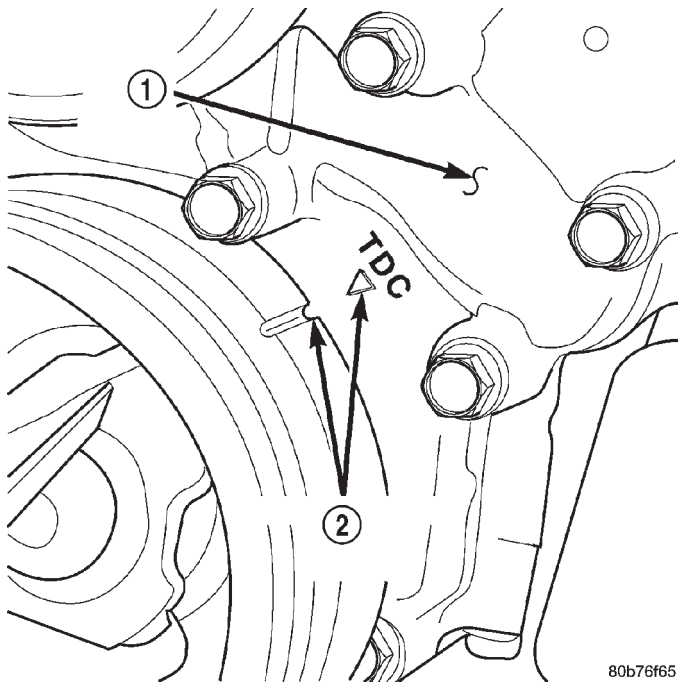

Abb. 70 OT-Markierung
- (1) Batterie-Minuskabel (-) abklemmen.
- (2) Kühlsystem entleeren. Näheres hierzu siehe Kapitel 7, "Kühlsystem".
- (3) Linken und rechten Ventildeckel abbauen. Siehe entsprechende Anleitung in diesem Abschnitt.
- (4) Abdeckung des Kühlerlüfters ausbauen. Näheres hierzu siehe Kapitel 7, "Kühlsystem".
- (5) Kurbelwelle drehen, bis die Einstellmarkierung auf dem Schwingungsdämpfer mit der OT-Markierung auf dem Steuerkettendeckel übereinstimmt (Abb. 70) (Ausstoßtakt des 1. Zylinders) und die V8-Markierungen auf den Nockenwellenrädern sich in Stellung 12 Uhr befinden (Abb. 71).
- (6) Servopumpe ausbauen. Näheres hierzu siehe Kapitel 19, "Lenkung".